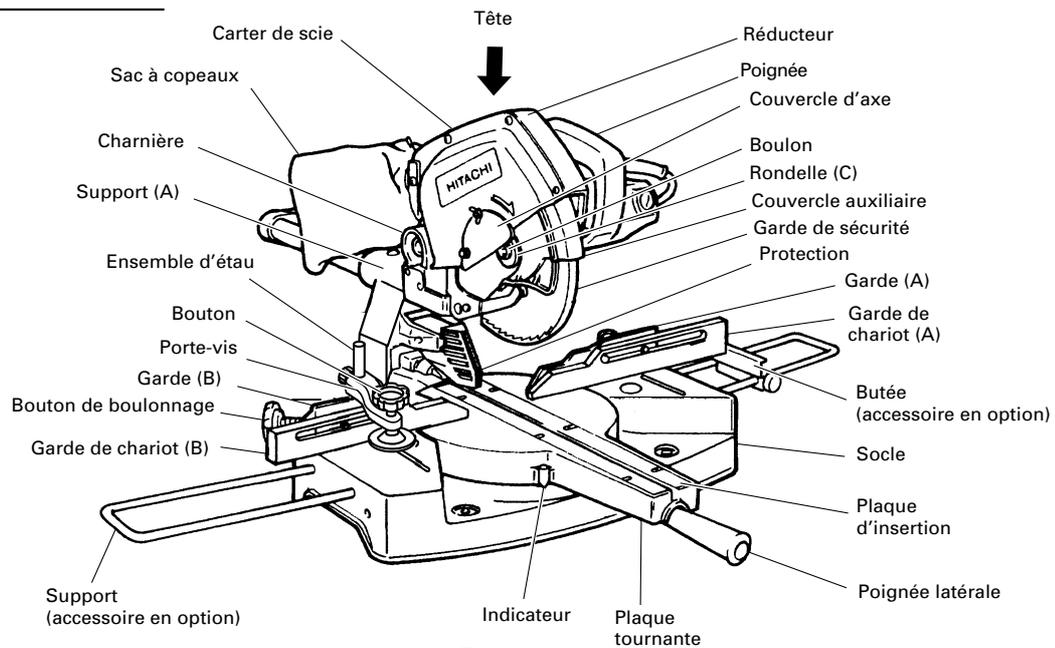
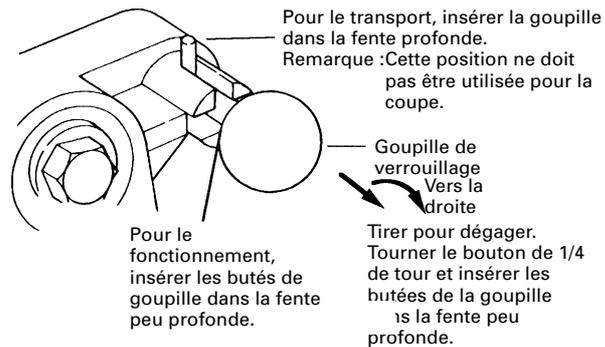

Fig. 1
Fig. 6-b
- ① Support de rallonge et butée (Fig. 1) (No. de code 998866)
- ② Ensemble de protection (A) (réglable) (No. de code 998984)
- ③ Lame TCT de 216 mm (8-1/2") (No. total de dents: 36) (No. de code 998860)
- ④ Lame TCT de 216 mm (8-1/2") (No. total de dents: 60) (No. de code 998862)
- ⑤ Lame TCT de 216 mm (8-1/2") pour aluminium (No. total de dents : 60) (No. de code 998864)
Quand l'outil électrique quitte nos usines, ses pièces principales sont fixées à l'aide d'une goupille de verrouillage. Déplacer légèrement la poignée (voir Fig. 1) de façon à dégager la goupille de verrouillage et la régler comme indiqué sur la Fig. 6-b.
**REMARQUE:** La goupille de verrouillage se dégagera plus facilement et plus sûrement si l'on abaisse légèrement la poignée (voir Fig. 1).
Fixer le sac à copeaux, le support, la butée et l'ensemble d'étau, la garde de chariot (A) et la garde de chariot (B) comme indiqué sur la Fig. 1.